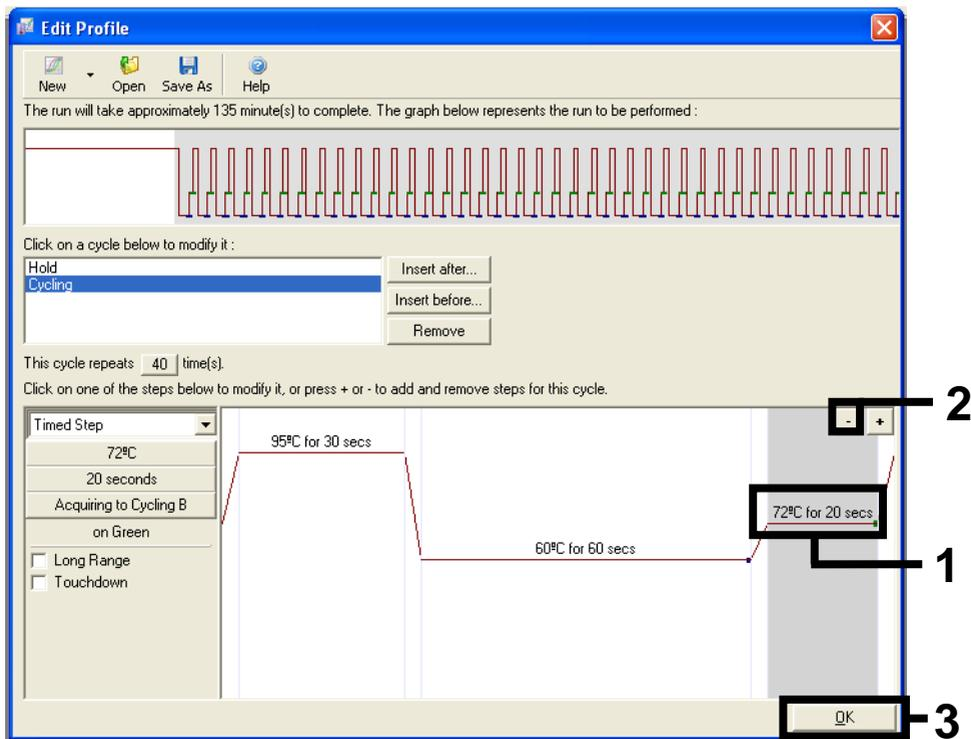

Figura 29. Rimozione del passaggio di estensione.
11. Evidenziare il terzo passaggio e fare clic su - per eliminare. Fare clic su OK (Figura 29).